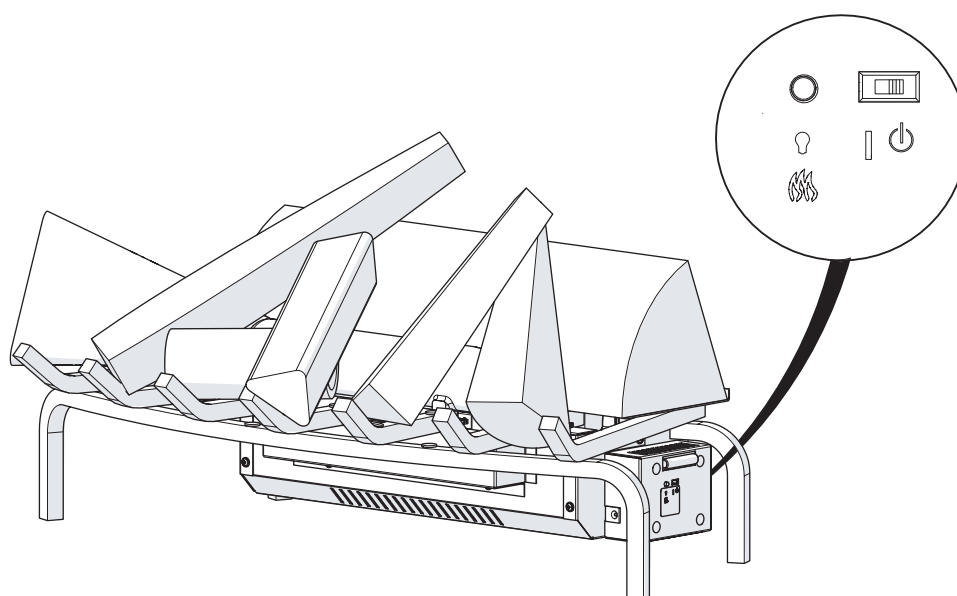

Fig. 3
Убедитесь, что вилка правильно подсоединена к розетке, а переключатель «А» (рис. 3) находится в положении «ВКЛ» (I).